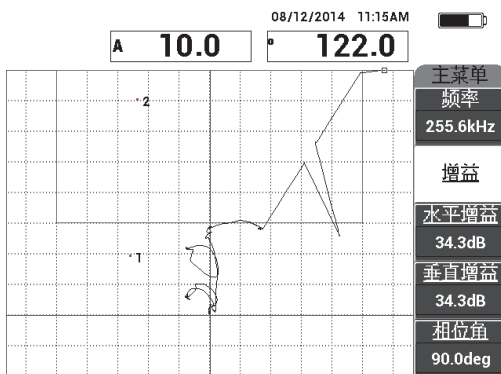

图 6-42 调整增益设置更高的点
11. 调整**增益**（**B** 键），在大约满屏高 90 % 处设置更高的点（参见第 149 页的图 6-42）。